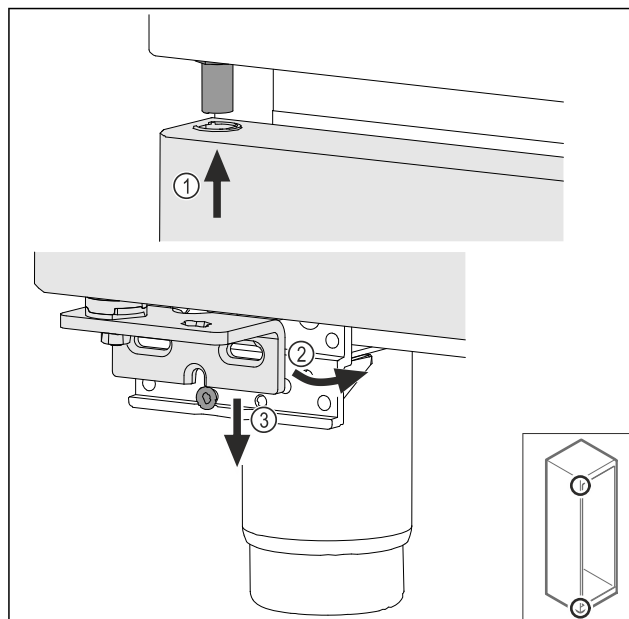

Fig. 43
- ▶ Установите дверь под небольшим уклоном сверху Fig. 43 (1), выровняйте ее прямо Fig. 43 (2) и смонтируйте снизу на винт опорного кронштейна Fig. 43 (3).